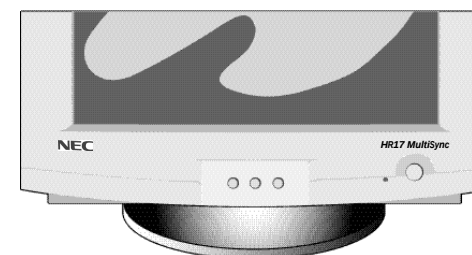

Abbildung C.1
- 5 Schalten Sie Monitor (Abbildung C.1) und Computer ein.